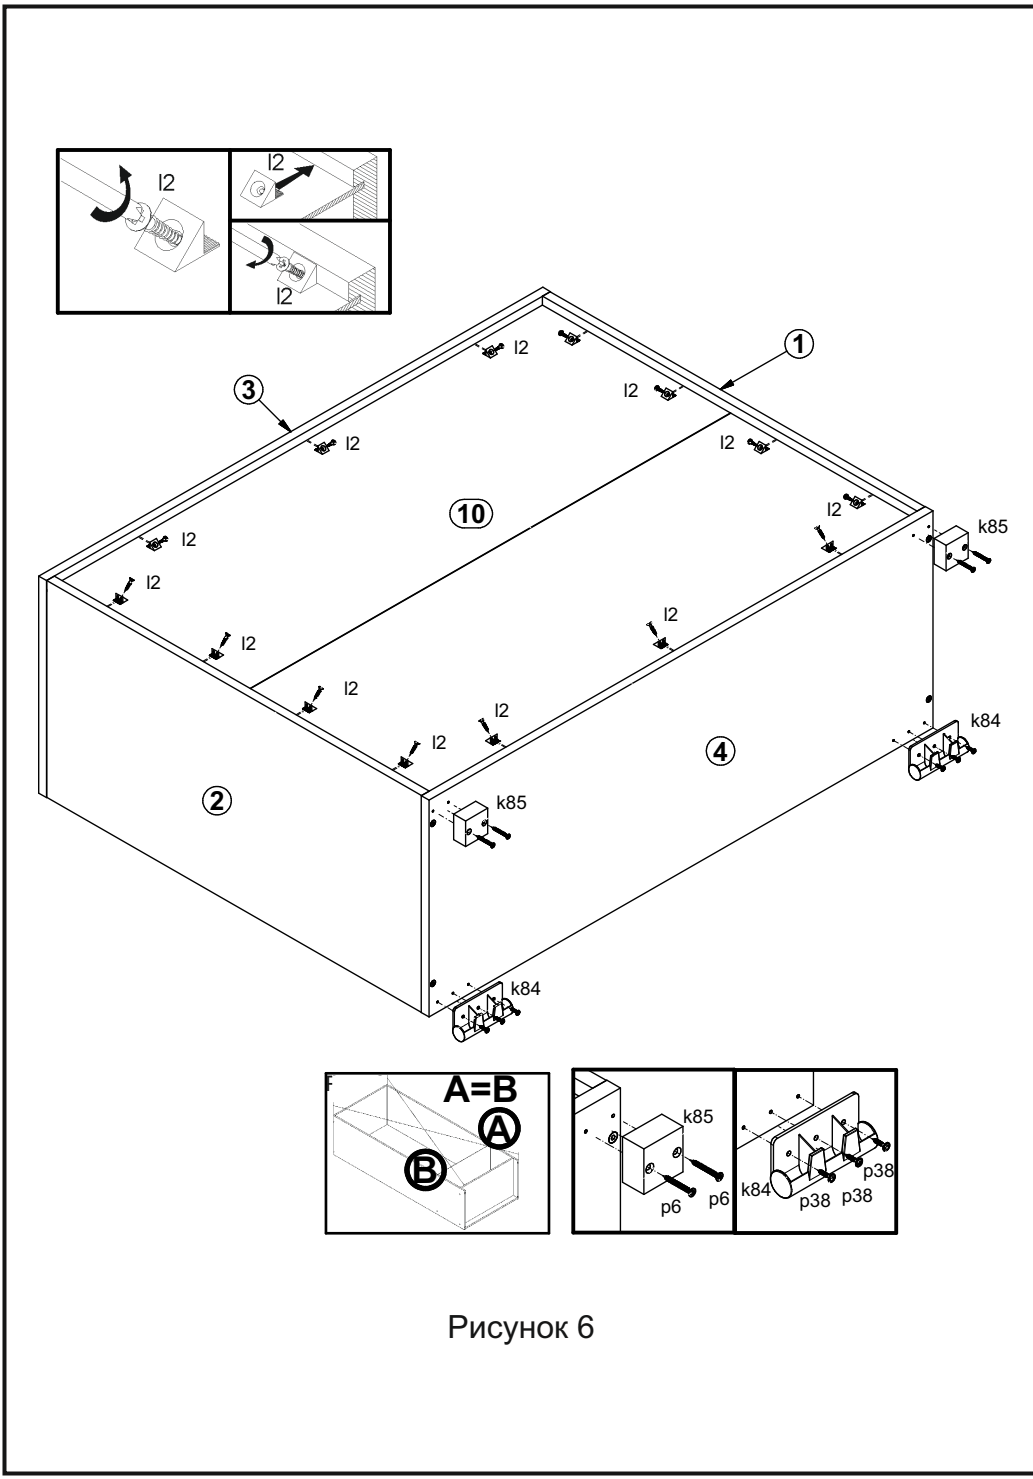

Рисунок 6
4.9. Положить корпус комода фасадными кромками вниз на ровную поверхность и выровнять его, измеряя рулеткой расстояние между противоположными углами по диагонали. Расстояния должны быть равными. Закрепить стенку заднюю 10 на корпусе изделия элементами крепления задней стенки l2 (см. рис. 6).
4.10. На наружной поверхности щита нижнего 4 при помощи шурупов p6 закрепить ножки пластиковые k85 (см.рис. 6).
4.11. На наружной поверхности щита нижнего 4 при помощи шурупов p38 закрепить ножки пластиковые k84 (см.рис. 6).